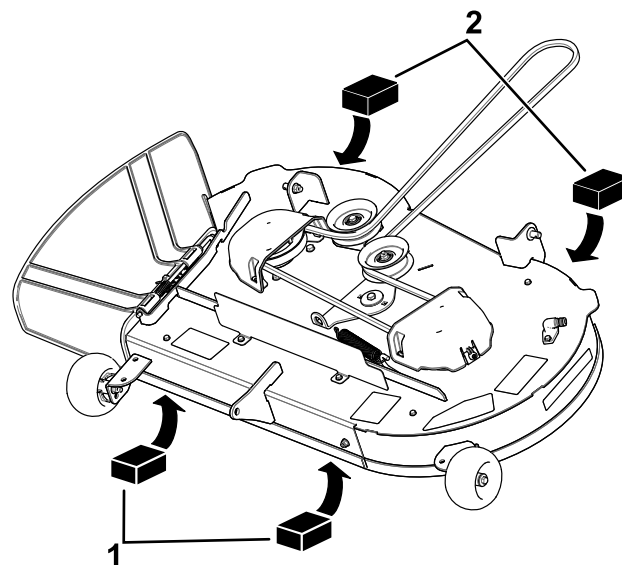
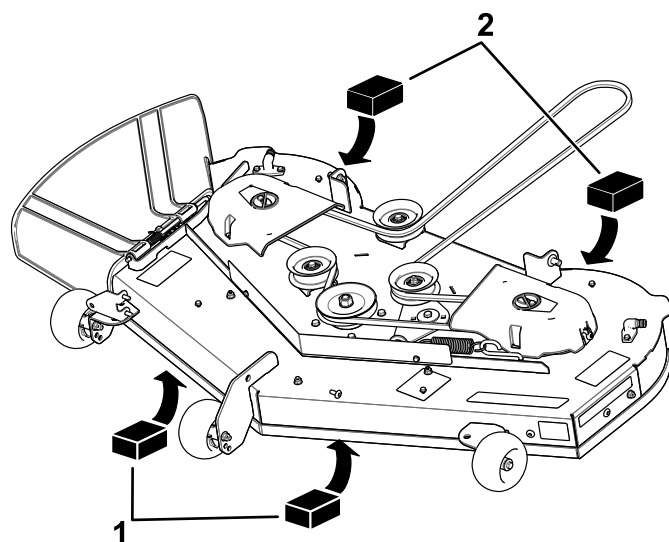

Figura 71
Figura 72
4. Coloque 2 bloques de 6,6 cm de grosor debajo de cada lado del borde delantero de la carcasa, pero no debajo de los soportes de los rodillos protectores del césped (Figura 71 o Figura 72).
5. Coloque 2 bloques de 7,3 cm de grosor debajo del borde trasero del faldón de la carcasa de corte, 1 en cada lado de la carcasa de corte (Figura 71 o Figura 72).